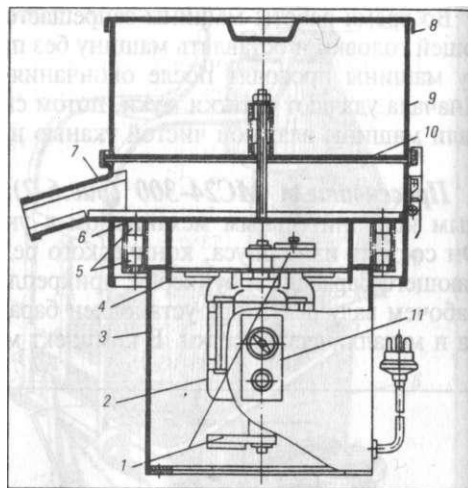

Рис. 6-3. Просеиватель малогабаритный вибрационный МПМВ-300
**Просеиватель малогабаритный вибрационный МПМВ-300 (рис. 6-3).** Он состоит из корпуса, сита, загрузочного бункера и электродвигателя с дебалансами. Корпус представляет собой цилиндр, выполненный из нержавеющей стали и разделенный горизонтальной перегородкой на две части.